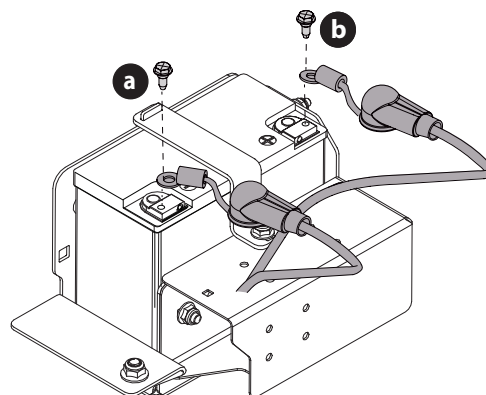

Figure 36
- Retirez le boulon de montage vertical qui fixe le fil négatif noir de la batterie (a) à la borne négative de la batterie (marquée NEG (-)). Éloignez le câble de la borne négative de la batterie (Figure 36).
- Retirez le boulon de montage vertical qui fixe le fil positif rouge de la batterie (b) à la borne positive de la batterie (marquée POS (+)). Éloignez le câble de la borne positive de la batterie (Figure 36 à la page 66).